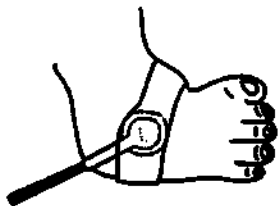

Рисунок 9.13
5. Окончательно закрепите половинки датчика лейкопластырем или специальными клеящими полосками (рис. 9.13).